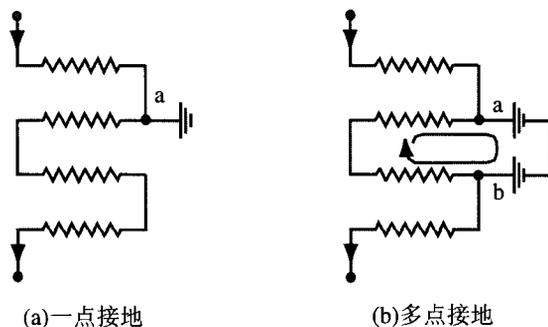

图 4 接地等效电路图
地断掉电源，下面的分析仅对电机本身而言，电机运行时，绕组内的铜导体与绝缘外的铁心、机座等不带电的物体有电位差，当绝缘破损或被这个电位差击穿时造成接地，刚开始是一点接地，如图 4 (a) 所示，我们知道，一个电路的形成需要两个条件：①存在电位差；②构成闭合回路。刚开始绕组只有一点接地，一个接地点不能构成一个闭合回路，所以不会对电机造成影响，电机的电压、电流不会变化，能够正常运行。随着绝缘的进一步损坏，在绕组另一个地方又出现一个接地点，如图 4 (b) 所示，两个接地点形成一个闭合回路，将绕组两个不同电位点短路，造成匝短，根据 1.7，此时会形成一个 4~11.5 倍绕组额定电流的短路环，使绕组接地部位过热烧损。